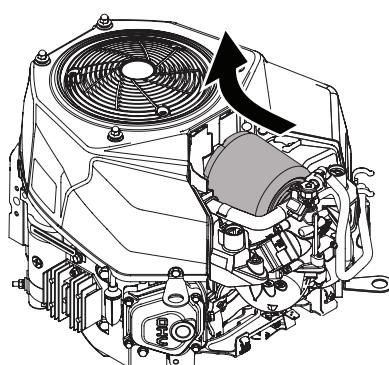

Figure 6-5
4. Tirer vers l'avant puis vers le haut pour enlever le filtre à air. Voir Figure 6-5.